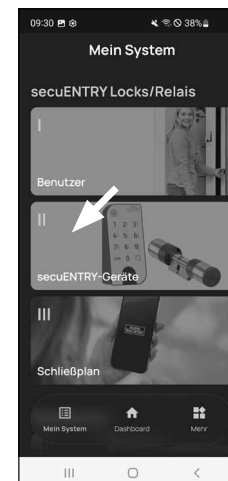

Fig. 1
- ① Selezionare la seconda voce del menu "II - secuENTRY-Geräte" (II - Dispositivi secuENTRY) (Fig. 1).